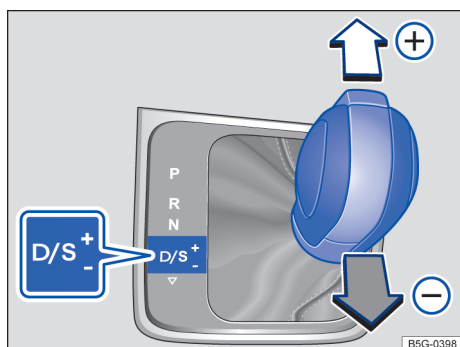

Fig. 96 Alavanca seletora na posição Tiptronic.
- Mover a alavanca seletora para frente (+) ou para trás (-), para aumentar ou diminuir a marcha → Fig. 96.